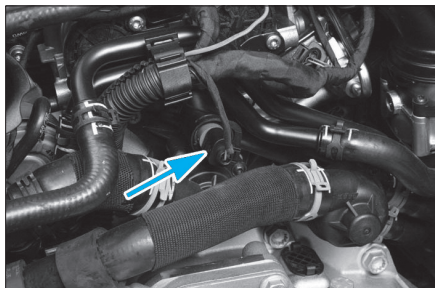

Fig. 18
- Débrancher puis déposer le manométrique de pression d'huile (Fig.18).